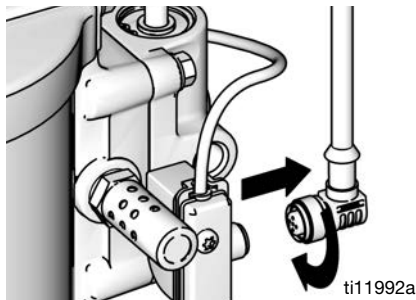

ABB. 9. DataTrak trennen
- Schrauben Sie das Kabel von der Rückseite der Reed-Schalteinheit ab. Siehe ABB. 9.